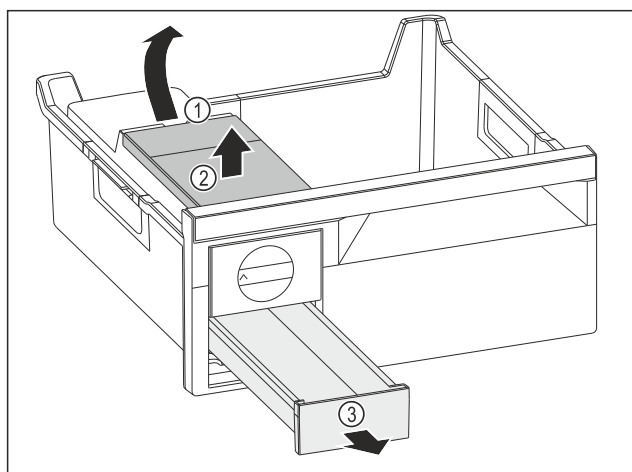

Fig. 241
- ▶ Извлеките бак для воды: Поднимите бак для воды за выемку Fig. 241 (1).
- ▶ Извлеките бак для воды Fig. 241 (2) движением вверх.
- ▶ Извлеките выдвижной ящик для кубиков льда Fig. 241 (3) движением вперед.